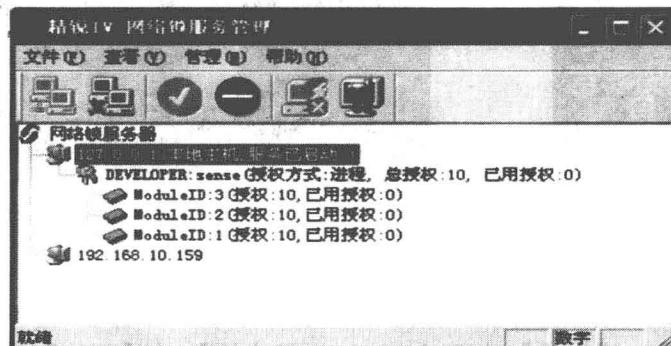

图 1-7 加密锁连接的相关信息
(7) 连接设备。选中服务器，在右键菜单里单击【连接】，即连接上加密锁，显示出相关信息，如图 1-7 所示。